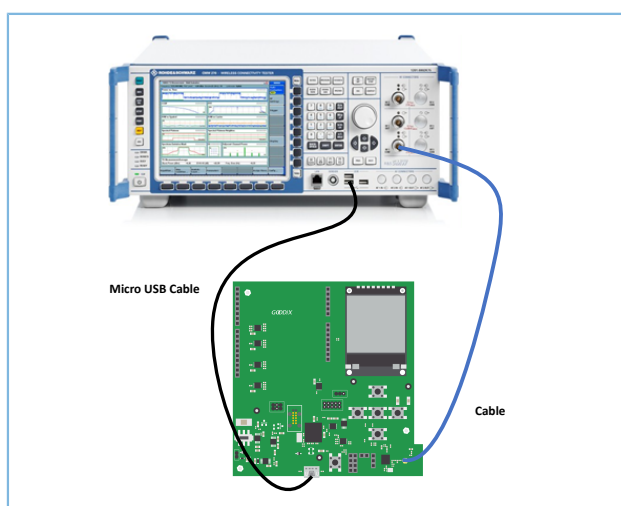

图 3-9 CMW500硬件连线
2. 用USB线连接CMW500和开发板的UART端口，用Cable线连接CMW500和开发板的RF端口，连接示意图如图 3-9所示：